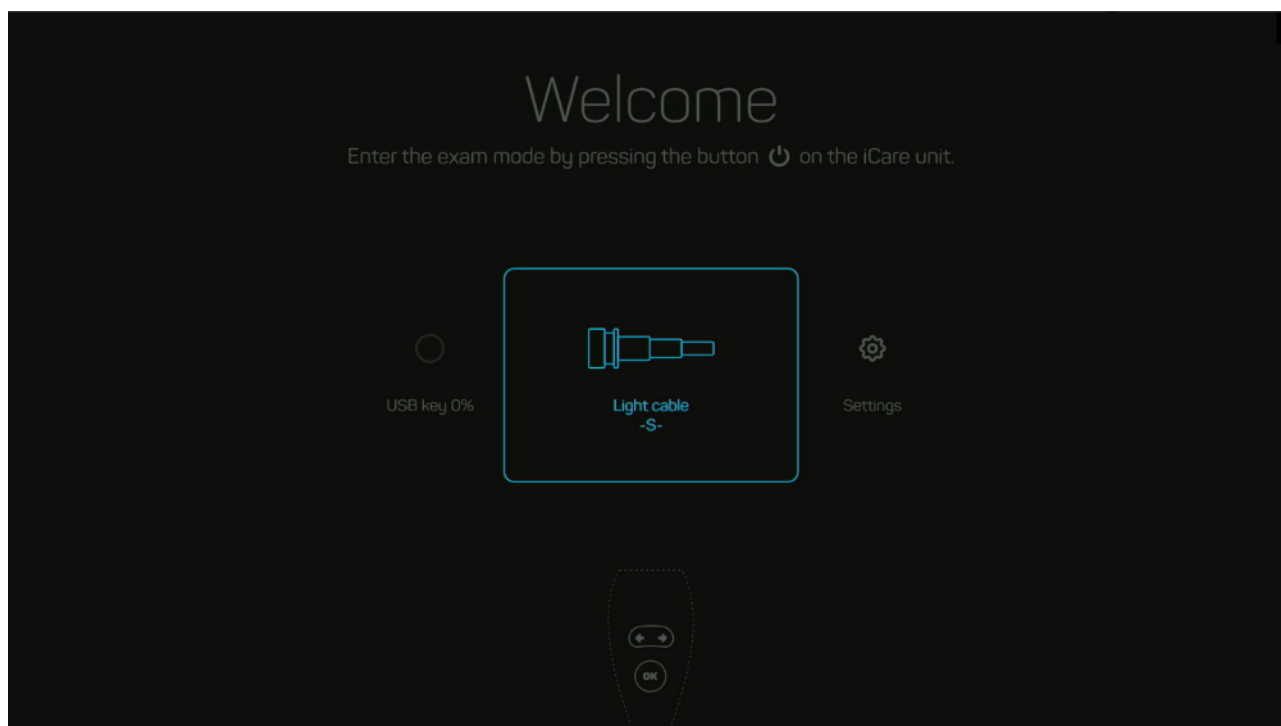

Рисунок 6 - Экран приветствия
- На мониторе появится экран приветствия (см. Рисунок 6).
- Нажмите [22] или [23] для навигации по меню (см. Рисунок 6).
Когда вы находитесь в меню приветствия, на экране отображается тип установленного световода (см. Рисунок 6).